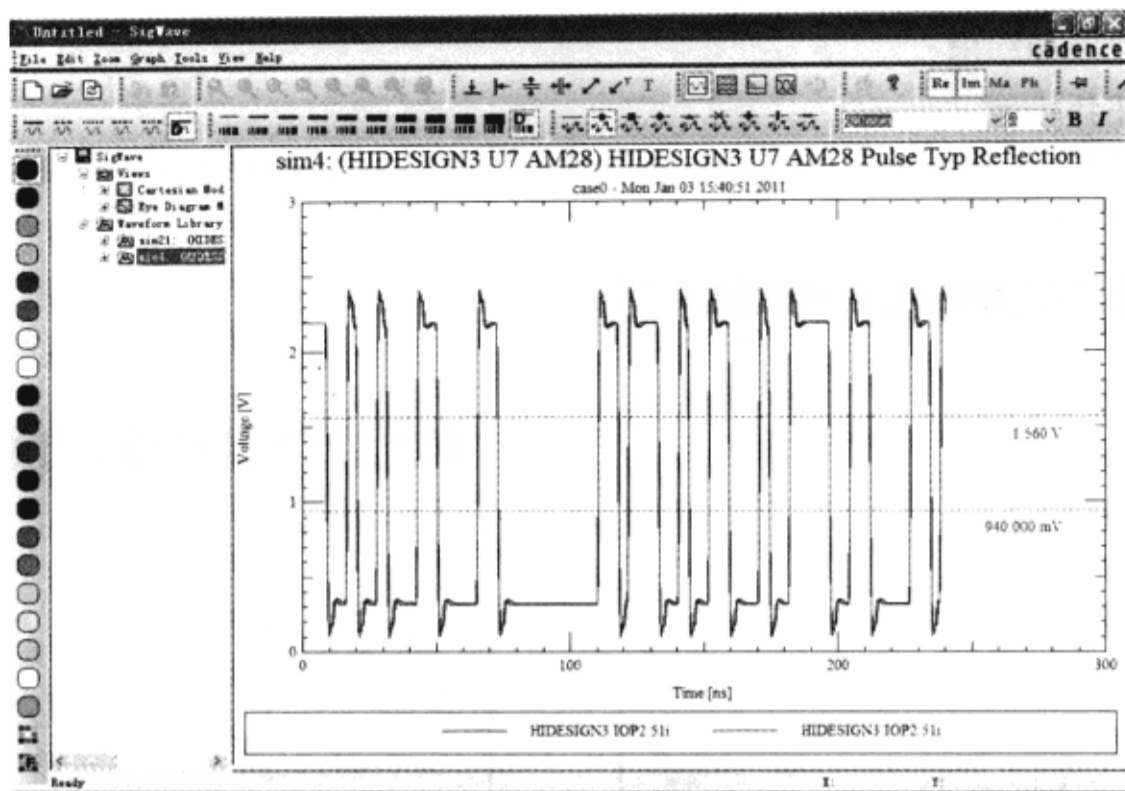

图 3-9-18 浏览波形
(1) 在“Results”表格中，单击“SimID21”→按住“Ctrl”键选择“SimID4”→单击鼠标右键→从弹出菜单中选择“View Waveform”，打开“SigWave”窗口显示波形，如图 3-9-18 所示。